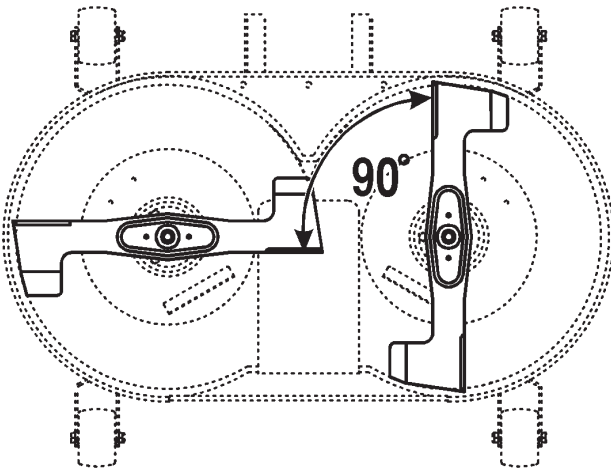

Bild 41
2. Richten Sie die Schnittmesser in einem Winkel von 90° zueinander aus (Bild 41).